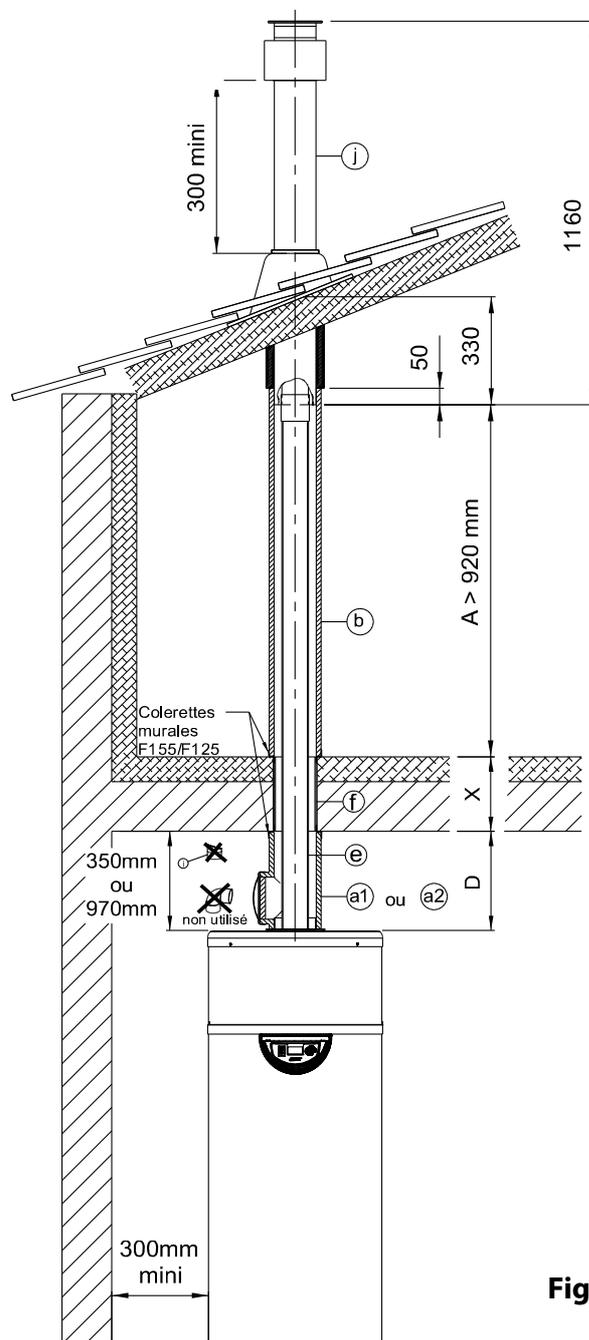
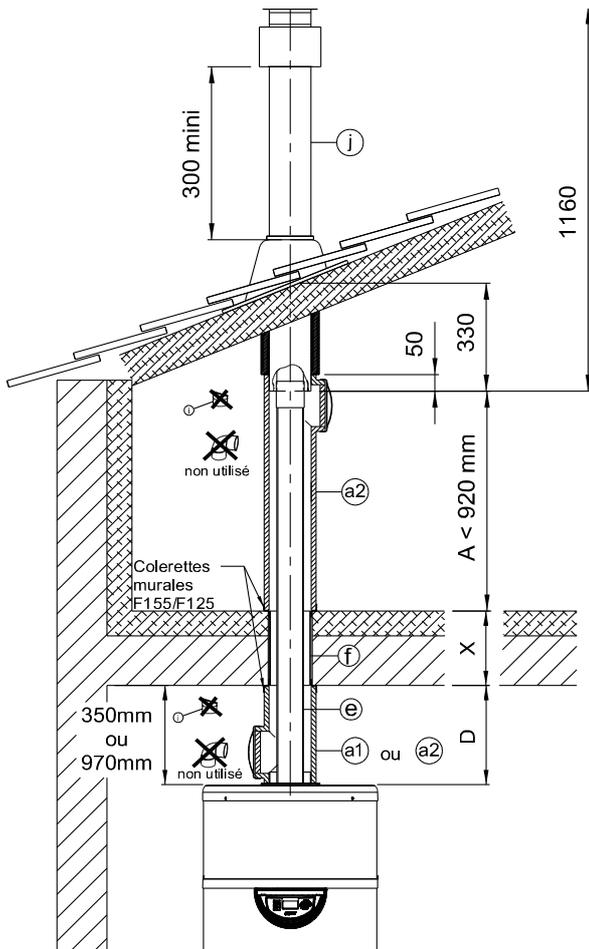

Fig.1
Fig.2
- dans le coude de la ventouse isolée (**rep.a2**) Fig.2
- dans l'allonge isolée Ø125mm (**rep.b**) Fig.1, puis dans le tube PVC Ø125, puis dans le coude de la ventouse isolée (**rep.a1** ou **a2**) (éventuellement rallongé [voir ci-dessous en fonction de la cote «D»]).
- **Si la longueur du tube PVC Ø80 ne permet pas de le passer par le dessus**, l'introduire dans le coude de la ventouse isolée (**rep.a1** ou **a2**) (éventuellement rallongé [voir ci-dessous en fonction de la cote «D»]), puis dans le tube PVC Ø125, puis selon le cas dans l'allonge isolée Ø125 (**rep.b**) Fig.1 ou dans le coude de la ventouse isolée (**rep.a2**) Fig.2.
- Emboîter le tube PVC Ø80 sur le manchon PVC F/F Ø80 (selon le cas, par le tampon de la ventouse isolée (**rep.a2**) Fig.2. Faire coulisser le coude de la ventouse isolée (**rep.a2**) Fig.2 ou de l'allonge isolée Ø125 (**rep.b**) Fig.1 de 50mm sur le terminal vertical Ø80/125 en l'écrasant légèrement et verticalement.
- Selon le cas, emboîter la ventouse isolée (**rep.a2**) Fig.2 ou l'allonge isolée Ø125 (**rep.b**) Fig.1 dans la colerette murale F155/F125 supérieure.